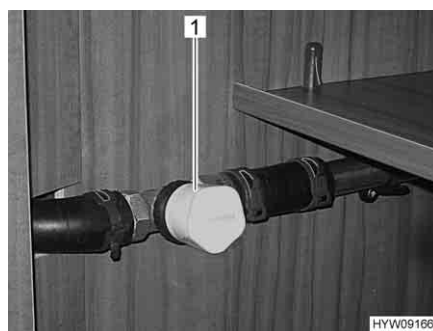

Fig. 162 Valvola di chiusura per zona di coda
- Per aumentare la potenza di riscaldamento: Ruotare la valvola di chiusura (Fig. 162,1) in senso antiorario.
- Per ridurre la potenza di riscaldamento: Ruotare la valvola di chiusura (Fig. 162,1) in senso orario.